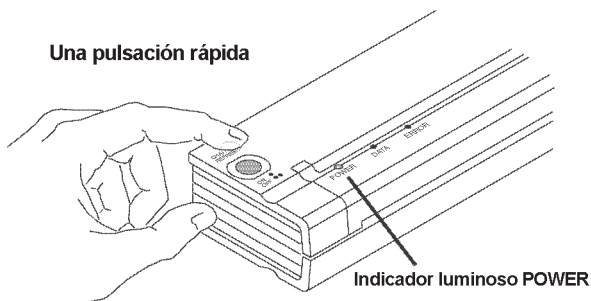

Figura 8. Cómo encender la impresora
2. Encienda la impresora pulsando el interruptor principal una vez, rápidamente. El indicador luminoso POWER se ilumina. Consulte la figura 8.